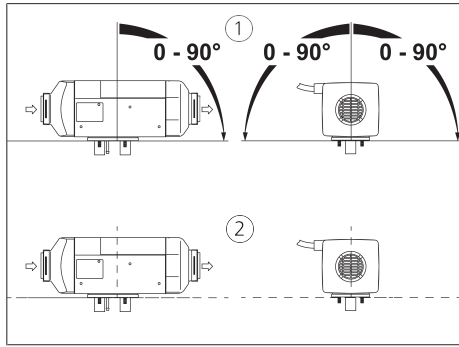

Abb. 3 Zulässige Einbaulage Benzin und Diesel
- ✓ Korrekte Einbaulage sicherstellen. Siehe Abb. 3.